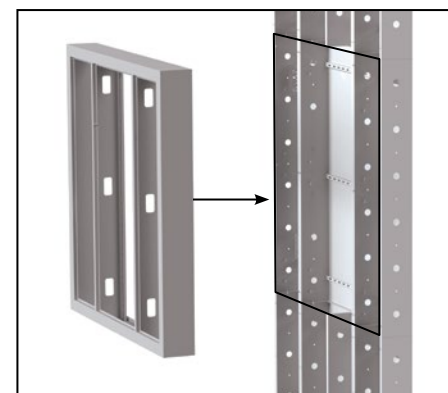

Рис. 69
6.2. Установить УЭРВ навесной (4) на центральный модуль СБ (3) и закрепить с помощью винтов М6х16 и гаек М6 с фланцем (рис. 69).